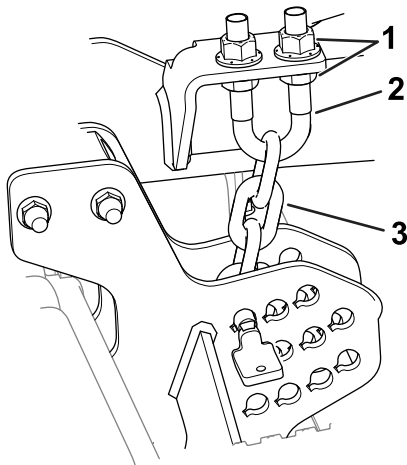

Figura 7
6. Allentate i controdadi inferiori sul bullone a U della catena dell'altezza di taglio (Figura 7).
7. Regolate i dadi (Figura 7) per sollevare o abbassare la parte posteriore dell'apparato di taglio in modo che le punte delle lame posteriori si trovino più in alto di 6–10 mm rispetto alle punte anteriori.